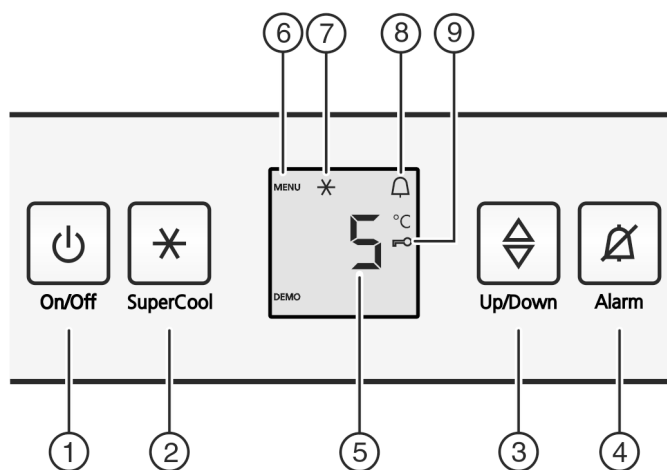

Fig. 2
- ▶ Taste On/Off *Fig. 2 (1)* drücken.
- ▶ Taste SuperCool *Fig. 2 (2)* ca. 5 Sekunden drücken.
- ▷ In der Anzeige wird das Symbol Menu *Fig. 2 (6)* angezeigt.
- ▶ Mit der Taste SuperCool *Fig. 2 (2)* kurz bestätigen.
- ▷ Das Symbol Kindersicherung *Fig. 2 (9)* leuchtet in der Anzeige.
- ▶ Die Taste On/Off *Fig. 2 (1)* kurz drücken.
- ▶ Taste Alarm *Fig. 2 (4)* drücken.
- ▶ Temperaturfunktion aufrufen: Die Einstelltaste *Fig. 2 (3)* drücken.
- ▶ Temperatur in 1 °C -Schritten ändern: Einstelltaste *Fig. 2 (3)* so oft drücken, bis die gewünschte Temperatur in der Temperaturanzeige leuchtet.
- ▶ Taste SuperCool Fig. 2 (2) kurz drücken.
- ▷ Das Symbol SuperCool Fig. 2 (7) leuchtet in der Anzeige.
- ▷ Das Symbol SuperCool Fig. 2 (7) erlischt in der Anzeige.